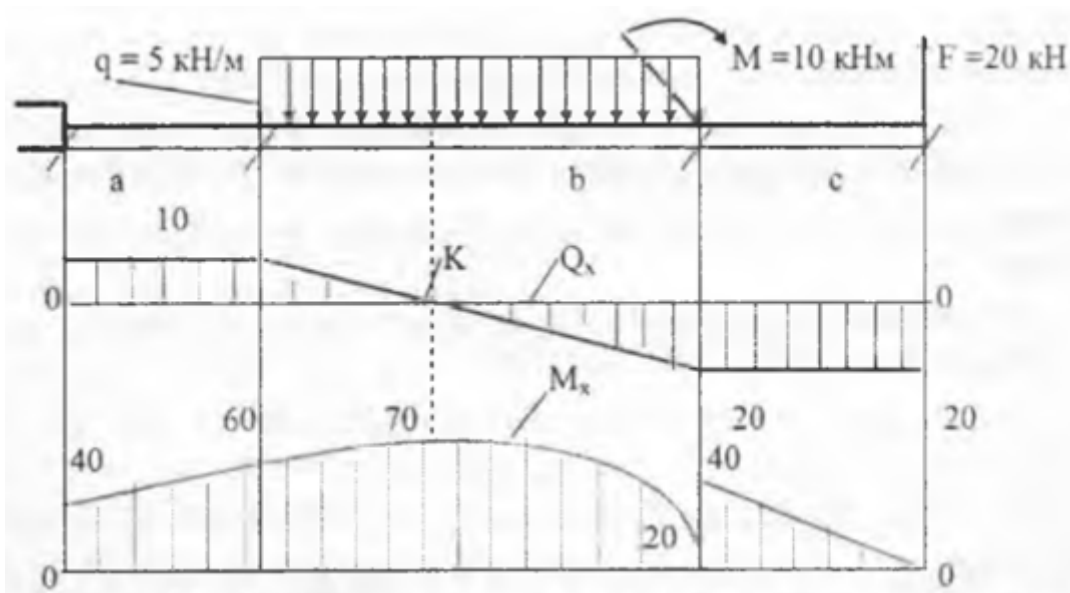

Рисунок 9 - Эпюры поперечных сил и изгибающих моментов
4. Исходя из эпюры M_x (рис.9,10): определения экстремальных значений изгибающих моментов дополнительно определить моменты в сечениях, где эпюра поперечных сил проходит через нуль (сечение К).